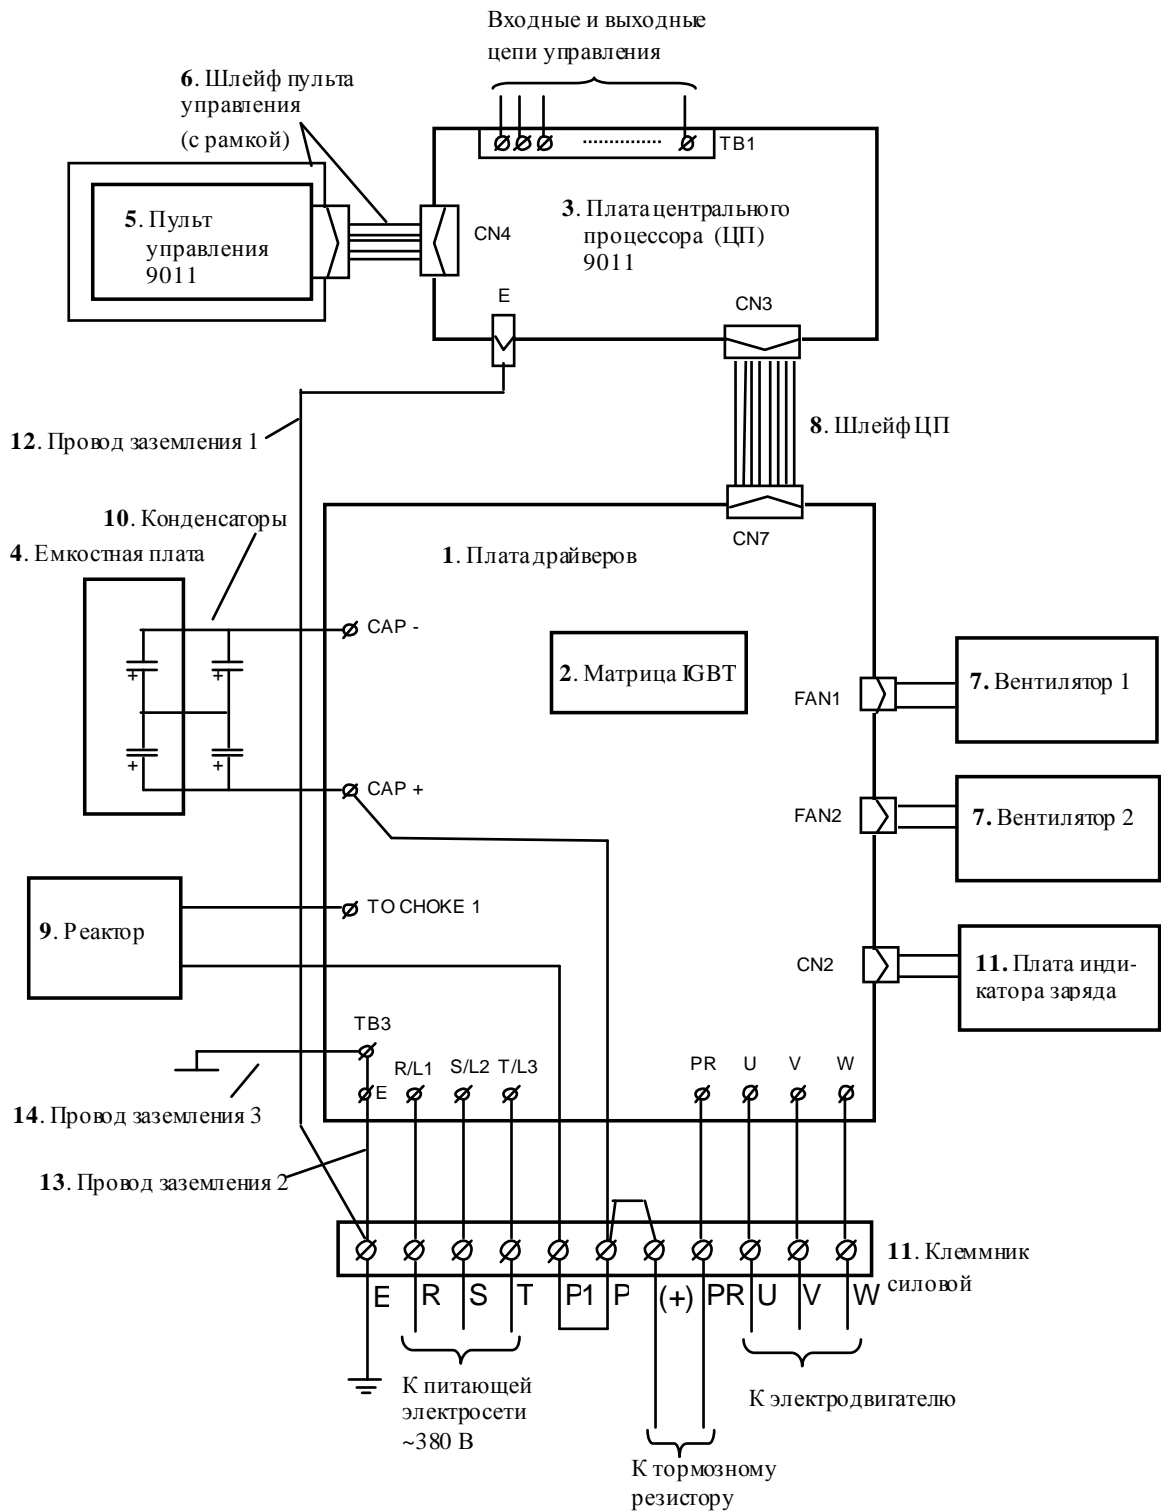

Рис. 4.2. Блок-схема преобразователя частоты EI-9011-020N
4.3. Блок-схема преобразователя частоты EI-9011-020N приведена на рис. 4.2, схема соединений - в Приложении 1.
4.4. Фотографии сменных узлов, входящих в состав преобразователя частоты EI-9011-020H приведены в табл. 4.1 (порядковые номера соответствуют рис. 4.2).